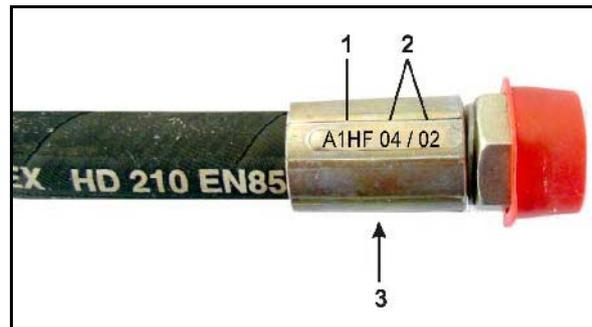

Fig. 184
1. Deckel (Fig. 184/1) vom Gehäuse (Fig. 184/3) entfernen.
2. Rücklauffilter (Fig. 184/2) ersetzen.